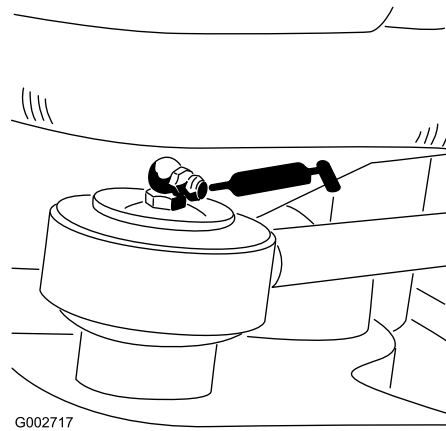

Figura 25
- Extremo de la biela de la dirección (1) – Modelo 08705 solamente (Figura 25)